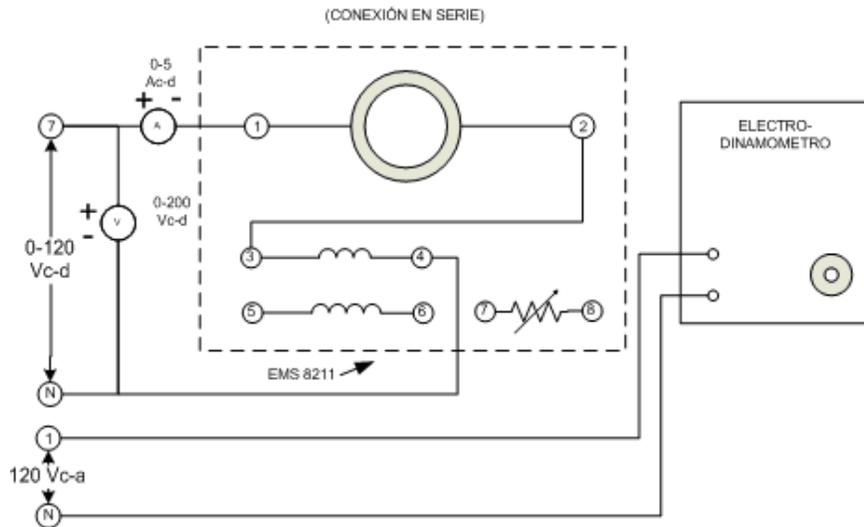

Figura 1.
- 1.- Conecte el circuito que aparece en la figura 1, utilizando los módulos de fuente de alimentación, motor/generador de CD, medición de CD y electrodinamómetro.